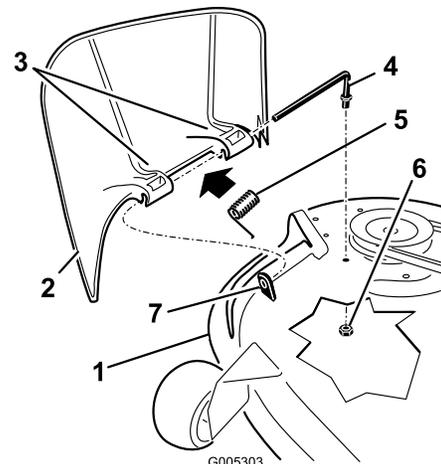

Figura 48
1. Localice los elementos mostrados en la Figura 48.
2. Retire la tuerca (3/8 pulg.) de la varilla (debajo del cortacésped) (Figura 48).
3. Retire la varilla del espaciador corto, del muelle y del deflector de hierba (Figura 48). Retire el deflector de hierba dañado o desgastado.
4. Vuelva a colocar el deflector de hierba (Figura 48).
6. Coloque el muelle sobre la varilla, con los extremos de los alambres hacia abajo, y entre los soportes del deflector de hierba. Deslice la varilla por el segundo soporte del deflector de hierba (Figura 48).
7. Introduzca la varilla, en la parte delantera del deflector de hierba, por el espaciador corto de la plataforma. Fije el extremo trasero de la varilla en el cortacésped con una tuerca (3/8 pulg.) (Figura 48).